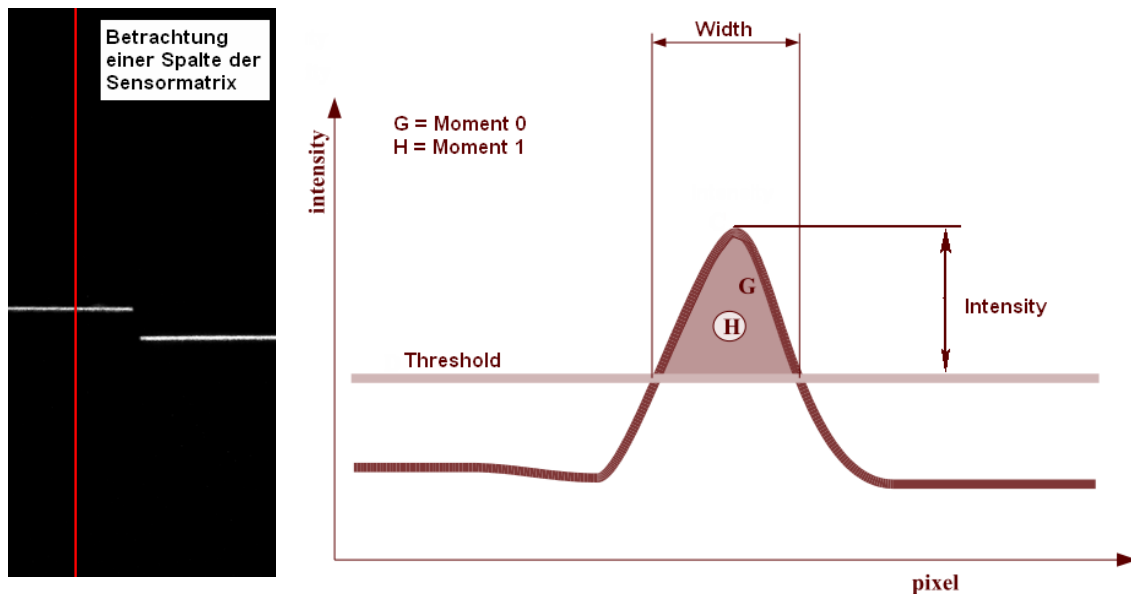

Abb. 1: Messdatenermittlung
- Moment 0: Gibt die für die aktuelle Reflexion detektierte integrale Intensität („Fläche der Reflexion“) wieder. Das Moment ergibt sich somit aus dem Integral der über dem Schwellenwert liegenden Intensität über die Reflexionsbreite; siehe Abb. 1 (G). Der Wert wird mit 32 Bit als unsigned Integer übertragen.